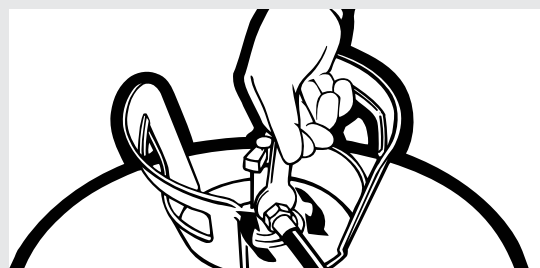

Figure 2.
2. Appliquer une couche de gelée de pétrole sur la face intérieure du Distributeur Insta-Flo^{MC}. Cette étape facilitera le nettoyage de la face du distributeur et prolongera la durée de vie utile du Distributeur Insta-Flo^{MC}. (Voir figure 2)